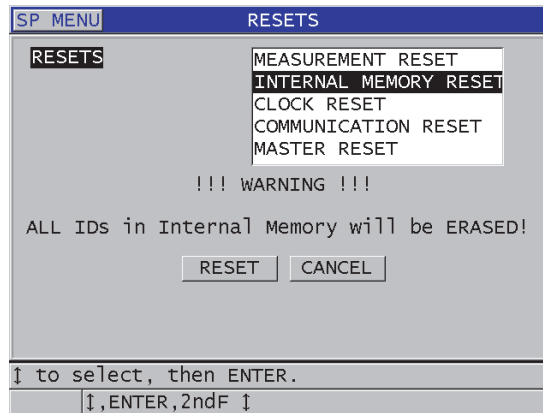

Abbildung 11-22 Warnmeldung bei Gerätespeicher-Reset
3. Verfahren Sie im Fenster **RESETS** (siehe Abbildung 11-22 auf Seite 222) wie folgt: